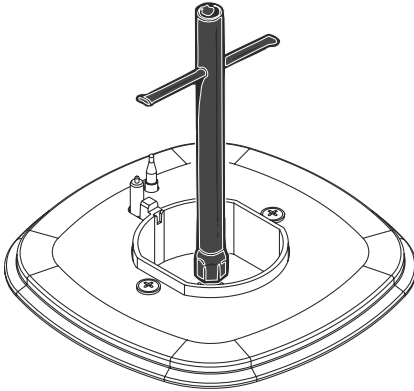

Fig. 10
- Quite el inyector con una llave tubular adecuada (Fig. 10) y en su lugar instale el nuevo inyector adecuado para el tipo de gas que se va a utilizar en el aparato.